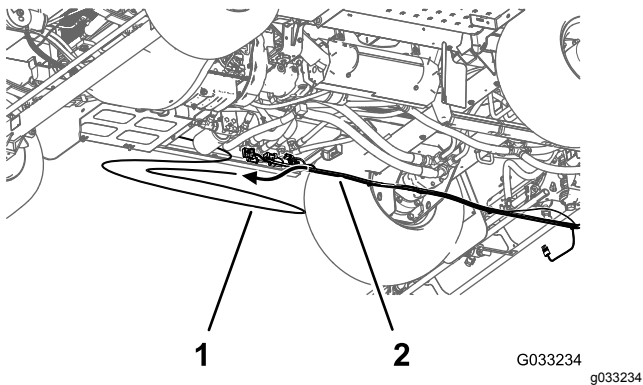

Figure 42
7. Détachez le tube de détection de pression du manomètre de planche de bord du faisceau de câblage arrière de la machine (Figure 42).